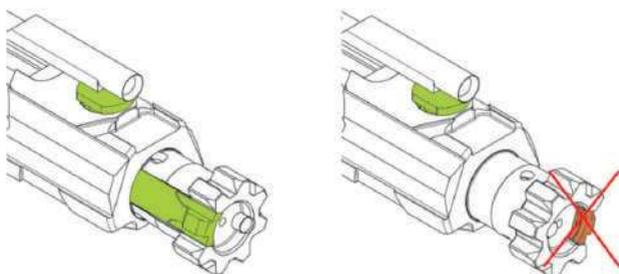

Рис. 22. Правильне положення затвора під час з'єднання із затворною рамою
2. Зібрати затворну раму і затвор, для чого помістити затвор у затворну раму так, щоб викидач затвора був спрямований у бік екстракційного вікна (рис. 22). В такому положенні отвір затвора під палець затвора збігатиметься з копірним пазом затворної рами й надасть змогу встановити палець затвора.